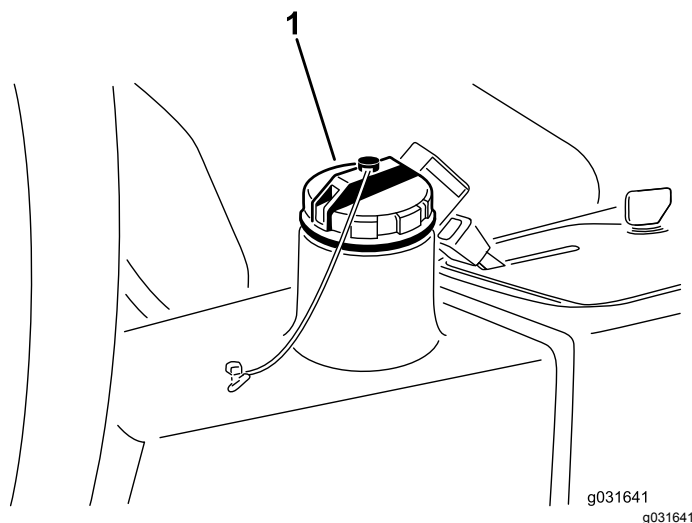

図 65
2. 油圧オイルタンクの注油口とキャップの周辺をきれいに拭く **図 65**。
3. オイルタンクのキャップを取る **図 65**。